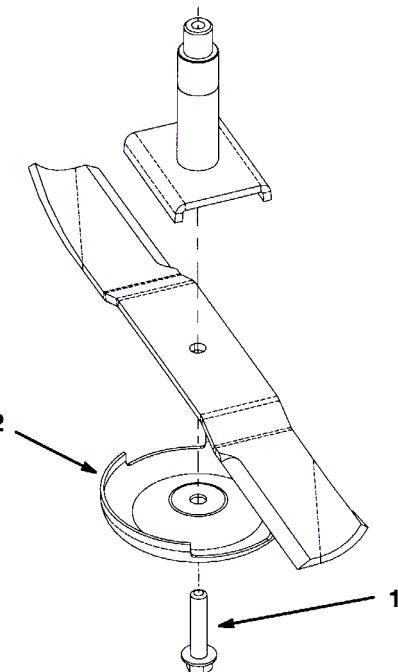

図30
- ぼろきれや厚いパッドの入った手袋を使ってブレードの端部をしっかりと握る。スピンドルのシャフトからブレード・ボルト、芝削り防止カップ、ブレードを取り外す（図30）。